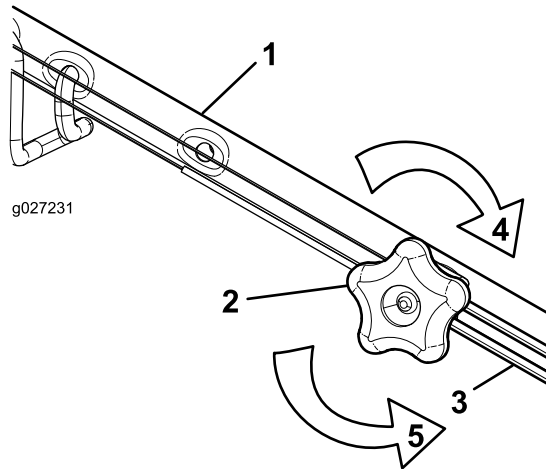

Figura 32
1. Girate la manopola di regolazione in senso antiorario per allentare la regolazione del cavo (Figura 32).
2. Regolate la tensione del cavo (Figura 32) tirandolo indietro o spingendolo in avanti e mantenendo quella posizione.